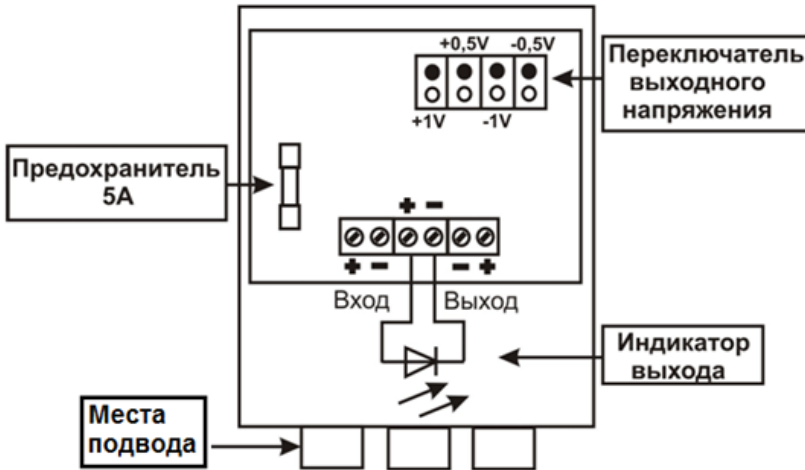

Рисунок 1 - общий вид изделия
Изделие содержит следующие конструктивные элементы (см. рисунок 1):
На плате расположены входная и выходная соединительные колодки, колодка для подключения внешнего индикатора выхода, переключки (типа джампер) установки выходного напряжения, предохранитель током 5 А (см. рисунок 1).
Места подвода проводов (см. рисунок 1) должны быть загерметезированы.
- подключить провода нагрузки к колодке Выход с учетом полярности (см. рисунок 1);
- Проверить правильность произведенного монтажа в соответствии с рис. 1;